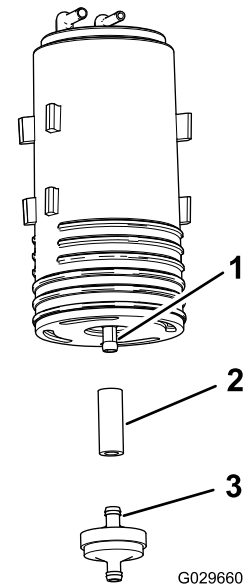

図 51
- 外したカーボンキャニスタの下側のフィッティングからフィルタと短いホースを取り外す 図 51。
- 新しいカーボンキャニスタの下側フィッティングに、ホースを接続する 図 51。
- ホースに、新しいカーボンキャニスタのフィッティングを取り付ける 図 51。